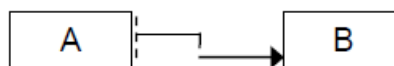

Рисунок 4 – Тип взаимосвязи диаграммы предшествования 1
1. Финиш – Старт. Работа В не может начаться до завершения работы А (рис.4).